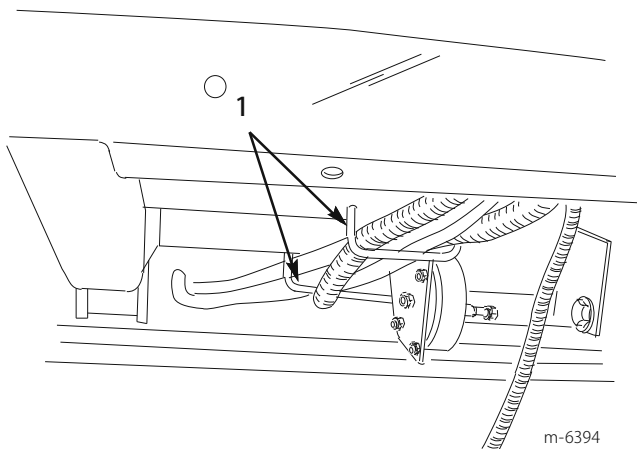

図23
8. 後部コントロール・ボックス・ハーネスを、ダッシュボードに通し、車両の下をたどって、ワイヤ・ハーネス・リングに通し、ふたたびコントロール・ボックスまで戻す (図23および24)。